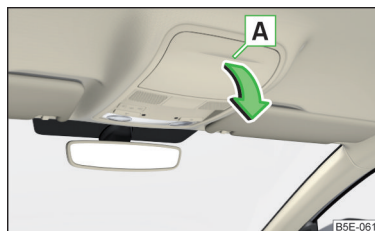

Fig. 86
- Para **abrir**, presionar sobre la tapa del compartimento para gafas en la zona **A**. El compartimento se abre en el sentido de la flecha » fig. 86.